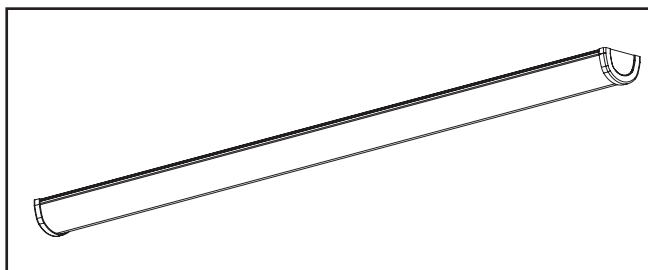

Figure 1.
1. Retirez le matériel de protection entourant la lentille et mettez-la de côté. Effectuez le câblage du luminaire selon le code. (Figure 1.)